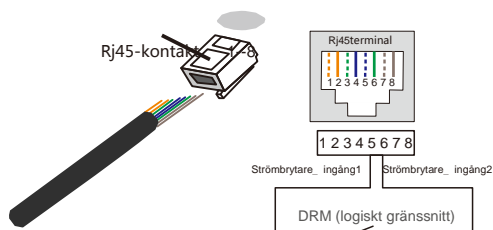

Bild 5.31 Ta bort isoleringsskiktet och anslut till R J45-kontakten
2. Skala av kommunikationskabelns isoleringsskikt. Enligt standardlinjesekvensen i bild 5.31 ansluter du kabeln till kontakten på R J45 och använder sedan ett nätverkskabelpressningsverktyg för att dra åt den.